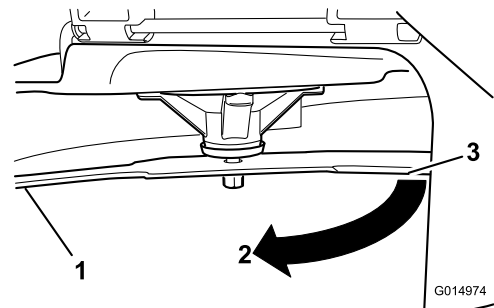

Bild 52
4. Drehen Sie dasselbe Messer um 180 Grad, sodass die andere Schnittkante jetzt in derselben Stellung ist (Bild 52).